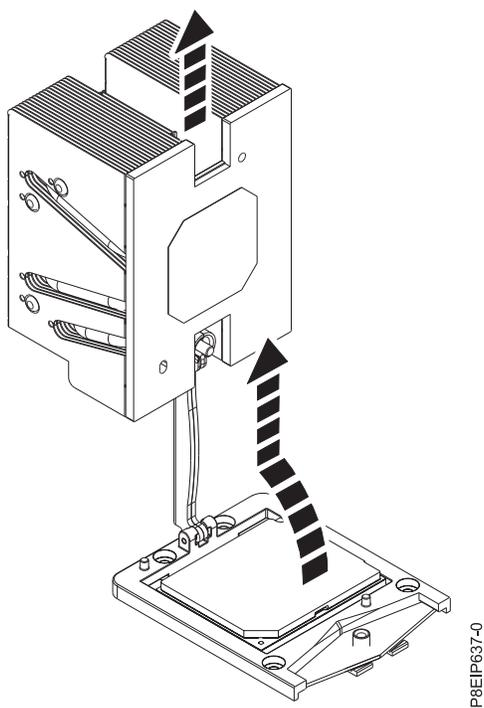

図 65. ロード・アームからヒート・シンクを持ち上げる
4. ヒート・シンク上で回転させて、持ち上げます。ロード・アームが回転して上がります。ヒート・シンクを回転させて、ロード・アームから持ち上げます。図 65を参照してください。